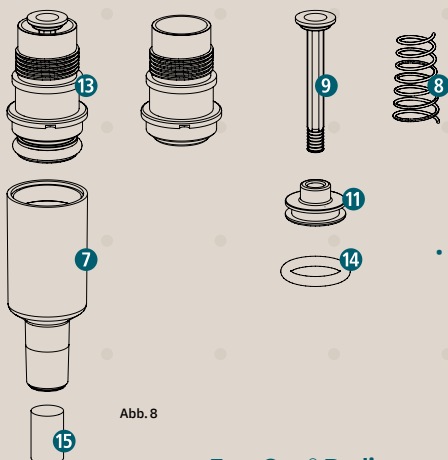

Abb. 8
- Schrauben Sie den Pipettenkonus **7** und die Kolben-einheit **13** vorsichtig im Uhrzeigersinn ab. Ziehen Sie kräftig den Stützring **11** vom Kolben **9** ab. Nach Entfernen des O-Rings **14** können Feder **8** und Kolben gereinigt werden (Abb. 8).